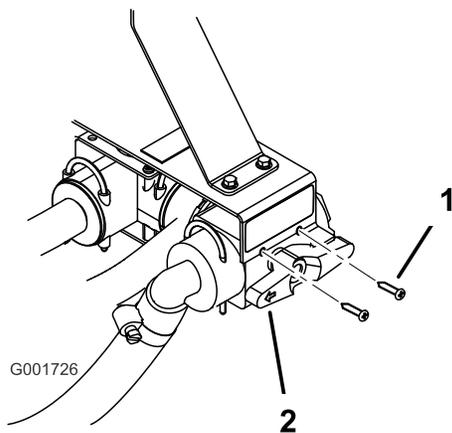

Figura 13
10. Prenda a nova válvula de controle ao suporte utilizando dois parafusos (Figura 13).